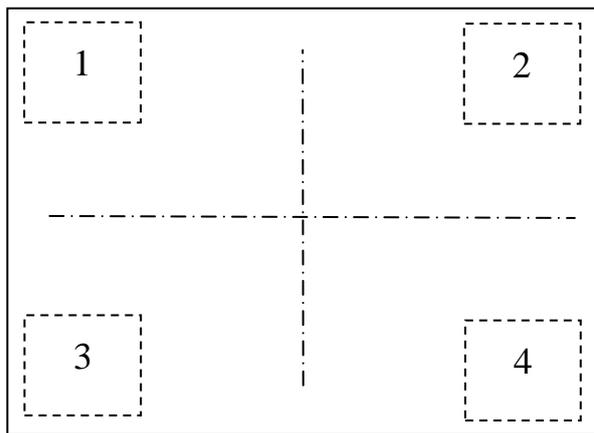

Рис. 16.2 – Места приложения нагрузки при юстировке углов модуля 4D_ (вид сверху)
16.2.1.3 Разделить визуально платформу на квадранты (Рис. 16.2).